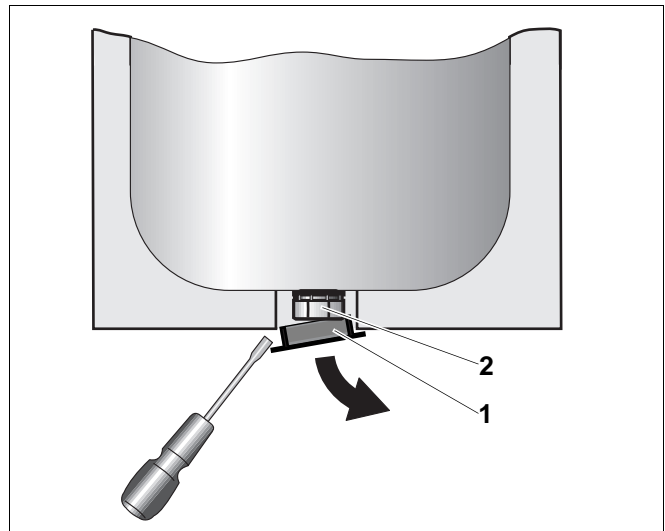

Abb. 2 Montage Entleerungs-Set
- Am Speicherboden den mittleren Kunststoffdeckel (Abb. 2, Pos. 1) am Speicher entfernen.
- Stopfen G $\frac{1}{2}$ herausdrehen (Abb. 2, Pos. 2).